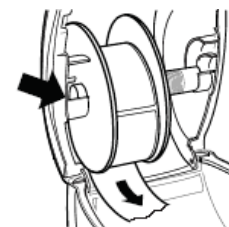

Рис. 7
6. Вставьте катушку в паз на крышке принтера, раскрутив немного рулон снизу. См. рис. 7